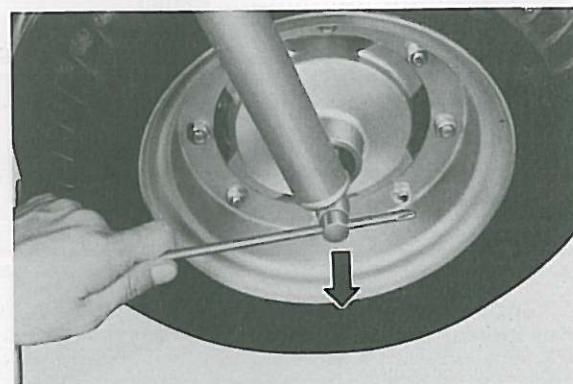

Fig. 5-1-5
- Remove the front wheel axle by simultaneously twisting and pulling out on the axle. Then remove the wheel assembly. (Fig. 5-1-5)
- Enlever l'axe de roue avant en le tirant avec un mouvement de torsion. Ensuite, enlever la roue avant. (Fig. 5-1-5)
- Vorderradachse durch gleichzeitiges Drehen und Ziehen herausziehen; dann das Vorderrad herausnehmen. (Fig. 5-1-5)